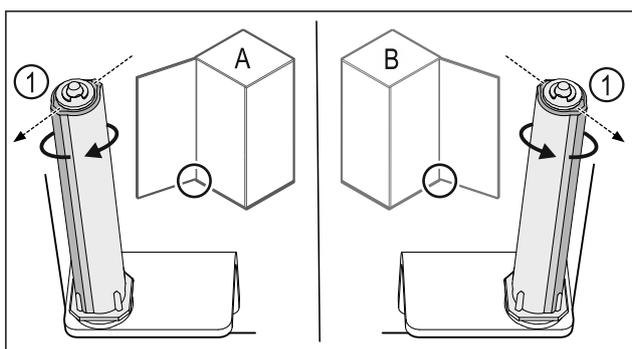

Fig. 54 Розкриття ліворуч (A) / Розкриття праворуч (B)
- ▶ Систему закриття повертати проти опору доки перемичка системи закриття Fig. 54 (1) не покажуватиме назовні.